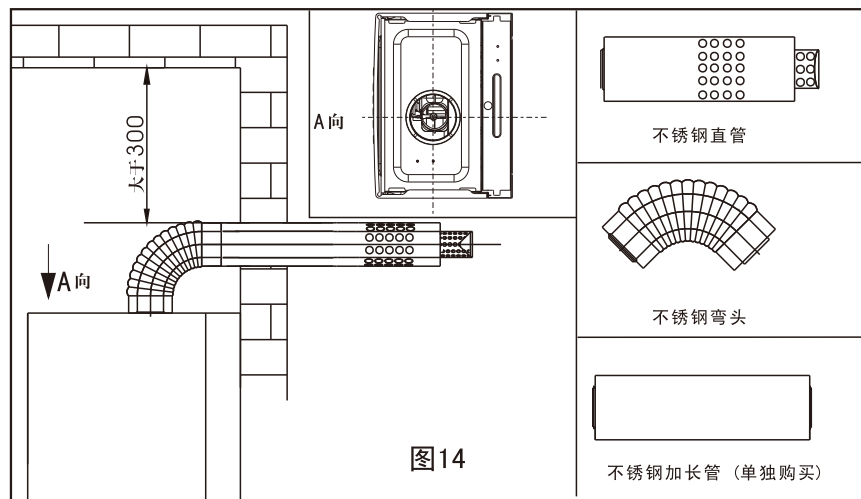

图14
- ▷ 同轴烟道的外表面应与上面的建筑物相距30cm以上（如图14）。
- ▷ 必须与同轴烟道连接且须导出室外（如图14），没有安装烟管，禁止运行。